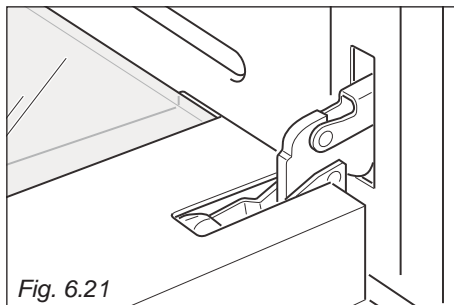

Fig. 6.21
- Aprire completamente la porta del forno (fig. 6.21).